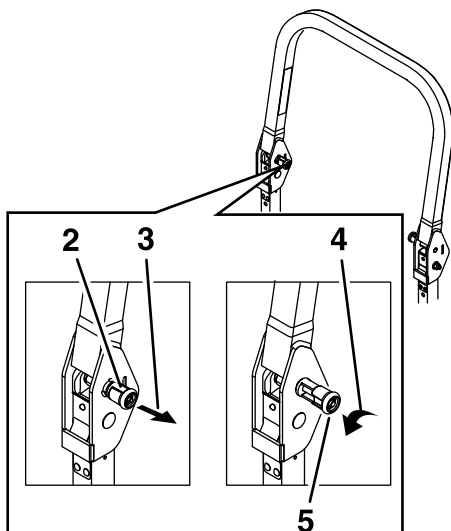

Figure 8
2. Tirez sur les deux boutons et tournez-les à 90 degrés pour les désengager (Figure 8).
- Faites pivoter l'arceau de sécurité à la position abaissée (Figure 8).